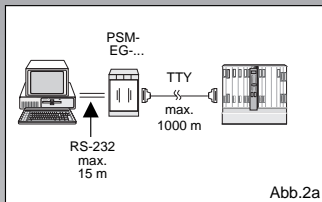

Abb.2a
- **Schnittstellenanpassung** (Abb. 2a) zwischen einer RS-232-Schnittstelle und einer TTY-Schnittstelle.